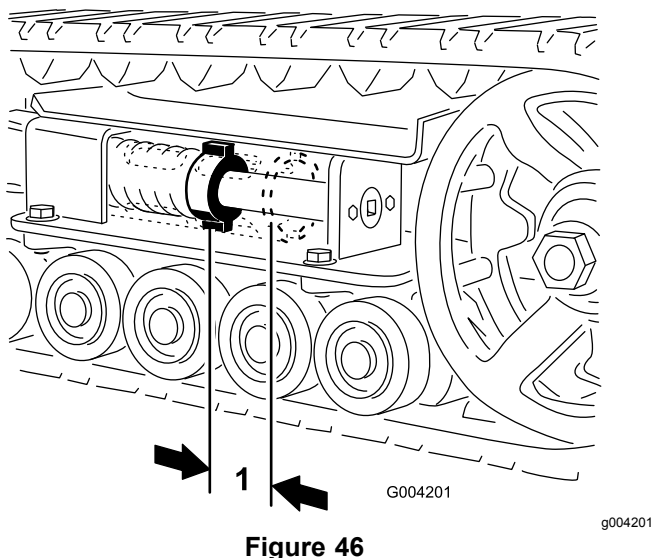

Figure 46
L'écrou de tension et l'arrière du tube de tension doivent être distants de 7 cm (Figure 46). Si ce n'est pas le cas, réglez la tension des chenilles comme suit :
5. À l'aide d'un rochet de ½", tournez la vis de tension dans le sens antihoraire jusqu'à obtention d'un espacement de 7 cm entre l'écrou de tension et l'arrière du tube de tension (Figure 46).
12. Tournez la vis de tension dans le sens antihoraire jusqu'à obtention d'un écartement de 7 cm entre l'écrou de tension et l'arrière du tube de tension (Figure 46).
18. Tournez la vis de tension dans le sens antihoraire jusqu'à obtention d'un écartement de 7 cm entre l'écrou de tension et l'arrière du tube de tension (Figure 46).